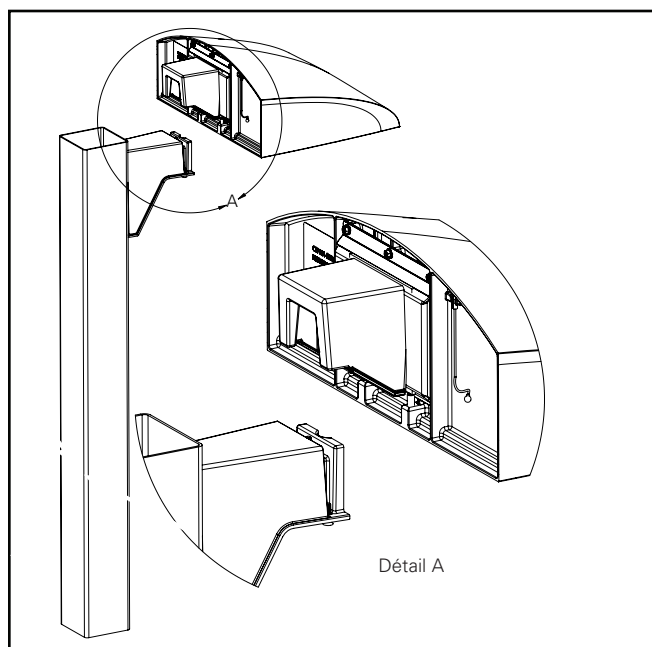

Figure 10.
4. Fixez l'adaptateur à raccord rapide au luminaire puis tirez les fils d'alimentation du luminaire dans le trou central de la plaque d'ancrage. Serrez les deux (2) vis de blocage 1/4-20 du luminaire à un couple de 2,6 Nm (20 po-lb). (Figure 10)